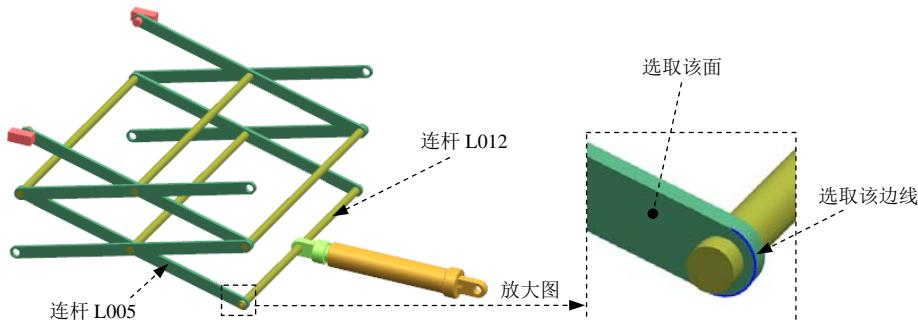

图 10.5.11 定义旋转副（二）
(1) 选择连杆。在运动导航器中将连杆 L001 隐藏，然后选取图 10.5.11 所示的连杆 L005。
(2) 定义原点及矢量。在“运动副”对话框**操作**区域的 **指定原点**下拉列表中选取“圆弧中心”选项，在模型中选取图 10.5.11 所示的圆弧为定位原点参照；选取图 10.5.11 所示的面作为矢量参考面。
(3) 添加啮合连杆。在“运动副”对话框的基本区域中选中  **啮合连杆** 复选框，单击 **选择连杆 (0)**，选取图 10.5.11 所示的连杆 L012。
(4) 定义啮合连杆原点及矢量。在“运动副”对话框基本区域的 **指定原点**下拉列表中选取“圆弧中心”选项，在模型中选取图 10.5.11 所示的圆弧为定位原点参照；选取图 10.5.11 所示的面作为矢量参考面。
(5) 单击 **应用** 按钮，完成第三个运动副的添加。